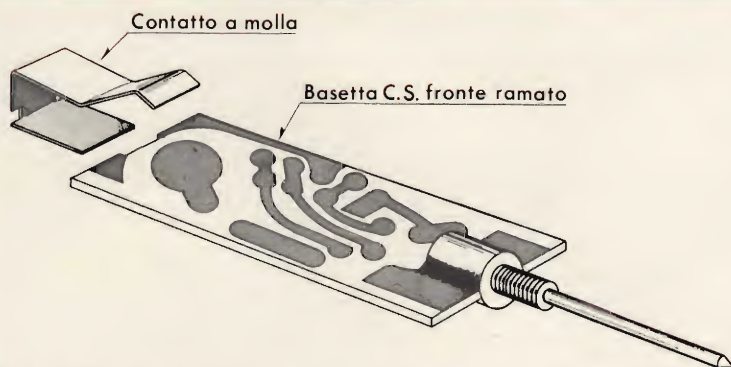

Fig. 4 - Montaggio del contatto a molla sul circuito stampato.
- 3) Montare il contatto a molla al circuito stampato — fig. 4 —.